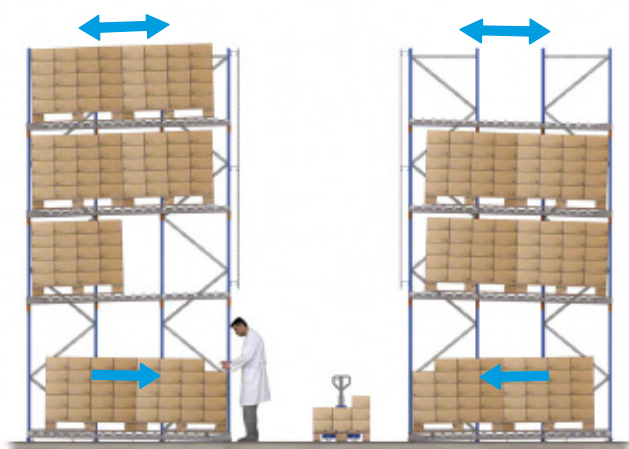

Figura 1
1. Un **solo livello di picking a gravità nella parte inferiore**, in cui si introducono i pallet dai livelli superiori (figura 1).